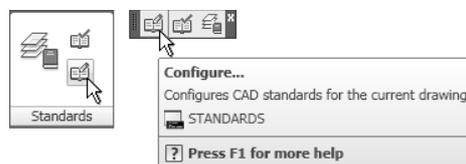

Рис. 6.41. Панели инструментов CAD Standards и Standards
1. Откройте диалоговое окно **Configure Standards** (Настройка стандартов), щелкнув на кнопке **Configure** (Настройка) панели инструментов **CAD Standards** (Стандарты оформления). Эту кнопку можно найти и на панели **Standards** (Стандарты оформления), которая находится на вкладке **Tools** (Сервис) (рис. 6.41).
К счастью, в программе AutoCAD имеется средство, с помощью которого вы значительно ускорите процесс преобразования слоев в соответствии с заданными стандартами. Для трансляции слоев (т.е. замены имен и параметров слоев на требуемые) используется команда **LayTrans** (СлойТранс), которой соответствует кнопка **Layer Translator** (Транслятор слоев) панели инструментов **CAD Standards** (Стандарты оформления) (см. рис. 6.41). Эта команда вызывает диалоговое окно **Layer Translator** (Транслятор слоев), в котором вы сможете сопоставить слои текущего рисунка со слоями другого рисунка или файла стандартов, а затем использовать заданные соответствия для преобразования текущих слоев. Эти соответствия можно сохранить в DWS- или DWG-файле и использовать при работе с другими рисунками.